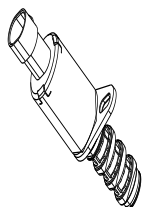

Рис. 9-13
6. Гидрораспределители управления механизмами поворота распределительных валов (OCV) (рис. 9-13)